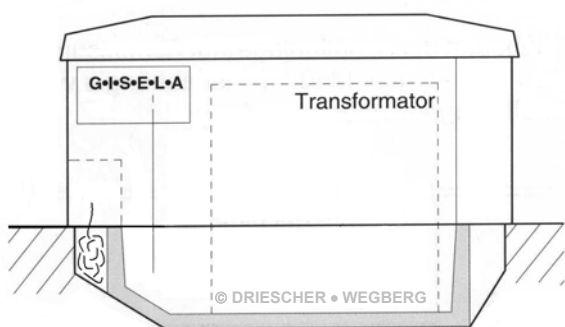
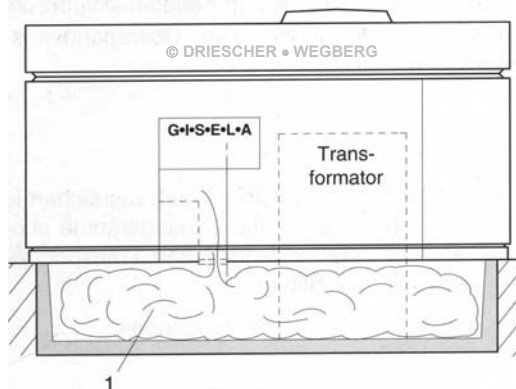
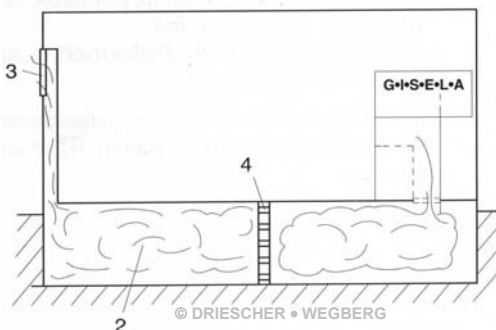

Bild 1 / Figure 1
Bild 2 / Figure 2
Bild 3 / Figure 3
- Bei Kompaktstationen Typ K und KSP Fa. DRIESCHER erfolgt der Druckausgleich ausschließlich im Kabelanschlussbereich (Bild 1). Ansonsten muss bei kompakten und begehbaren Stationen die Druckentlastung in den Kabelkanal (1) [Mindestvolumen ~3 m³] vorgesehen werden (Bild 2).
- Bei vorhandenem Kabelkanal (2) [Mindestvolumen ~1,1m³; Mindestquerschnitt – 0,25m² mit Öffnung (3) nach außen], diesen als Druckentlastungsraum nutzen.
- Durch Einbau von zwei Lagen Streckmetall (4) werden die Lichtbogengase zusätzlich gekühlt und der Austritt von heißen Gasen gemindert (Bild 3).
- Sur les postes compacts de type K et KSP de marque Driescher Wegberg, la compensation de pression s'effectue uniquement dans la zone de raccordement des câbles (figure 1). De plus, sur les postes compacts et accessibles, le relâchement de pression doit être prévu dans la conduite de câble (1) [volume minimum ~3 m³] (figure 2).
- Lorsqu'une conduite de câble est présente (2) (volume minimum ~ 1,1 m³, section transversale minimum = 0,25 m²) ainsi qu'une sortie d'air de ventilation (3), celles-ci doivent être utilisées comme zone de relâchement de pression.
- En installant deux couches de métal déployé (4), les gaz d'arc sont également refroidis et la sortie des gaz chauds est réduite (figure 3).